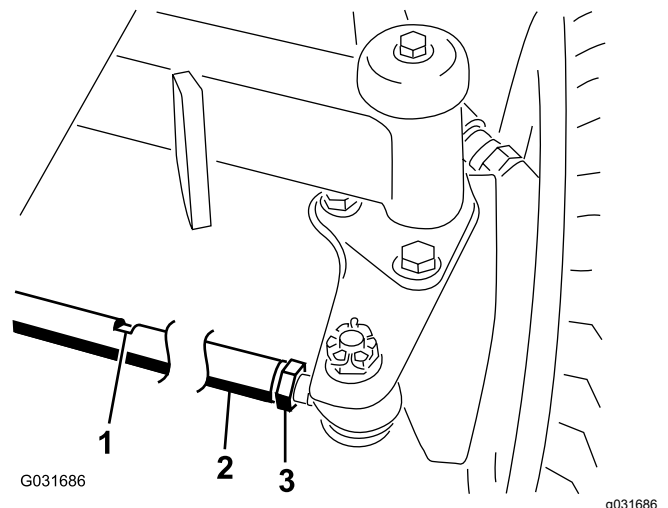

Figura 67
2. Afloje las contratuercas de ambos extremos del tirante (Figura 67).